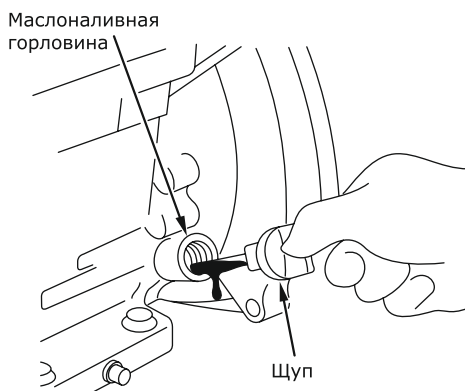

Рис. 3
• Каждый раз перед запуском двигателя и через каждые пять часов работы двигателя проверяйте уровень масла. Поддерживайте уровень масла между отметками **Min** и **Max** на масляном щупе или по краю маслоналивной горловины (рис. 3).